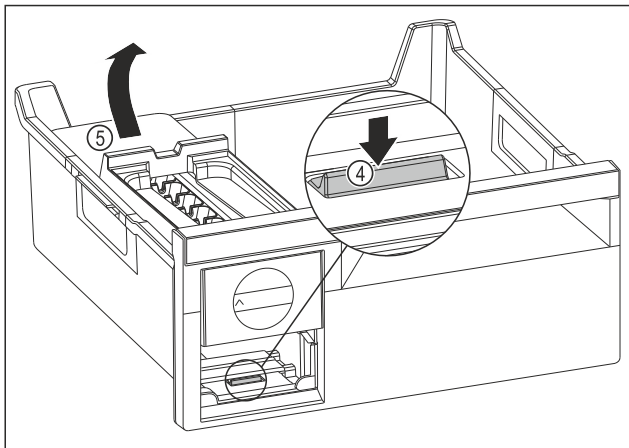

Fig. 105
- ▶ Извлеките корпус EasyTwist-Ice: Надавите пальцем вниз на накладку Fig. 105 (4) и одновременно другой рукой поднимите корпус EasyTwist-Ice Fig. 105 (5) сзади.